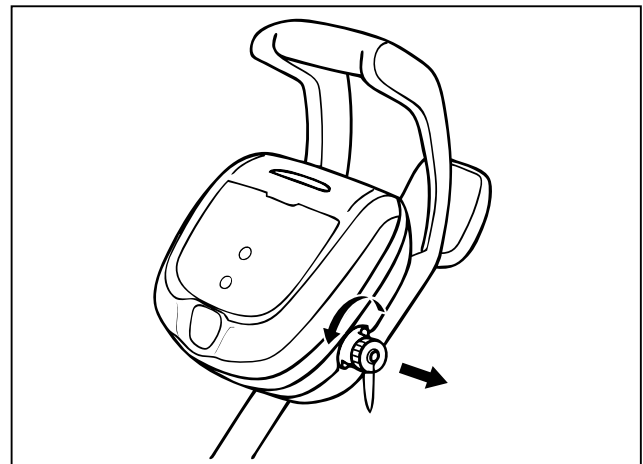

Figura 12. Saque la tapa protectora
1. Desatornille la tapa protectora del cable de suministro eléctrico desde el lado de la unidad de control girando en sentido contrario a las agujas del reloj (Figura 12).